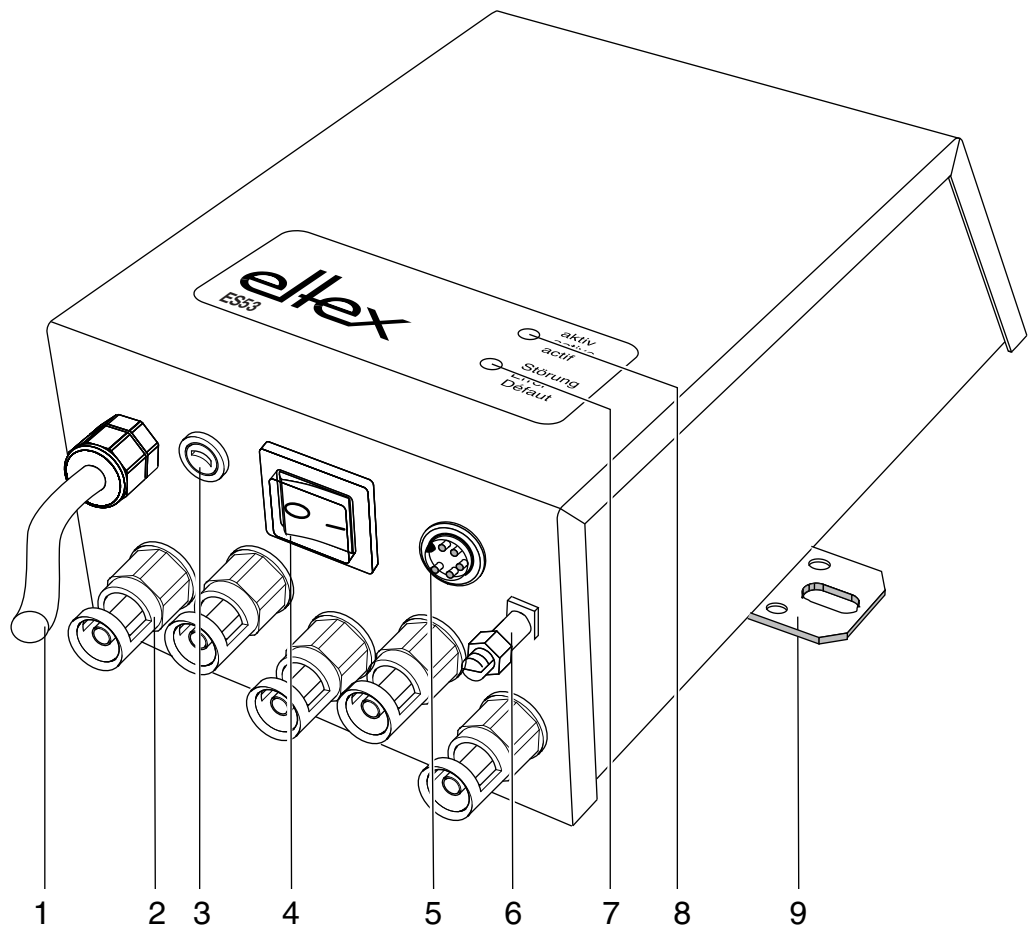

Abb. 1:
- Vor der Inbetriebnahme des Netzgerätes ist darauf zu achten, dass das Gerät über die Erdungsklemme (6, Abb. 1) dauergeerdet ist. Das Erdungskabel sollte einen Mindestquerschnitt von 1,5 mm² aufweisen (siehe Kapitel 3.2 "Erdung", Seite 12).
Über die Erdungsklemme (6, Abb. 1) des Netzgerätes muss eine dauerhafte Erdverbindung hergestellt werden. Das Erdungskabel sollte einen Mindestquerschnitt von $1,5 \text{ mm}^2$ aufweisen.
Die Versorgungsspannung wird über die Netzanschlussleitung (1, Abb. 1) mit einem Schutzkontaktstecker (je nach Länderausführung) angeschlossen; Überspannungskategorie II.